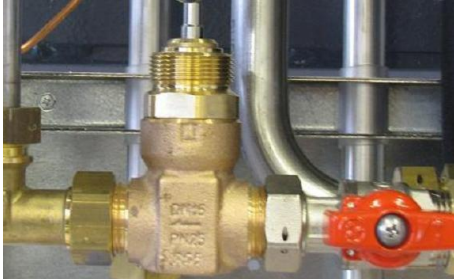

Bild 47
3. Koppla ur kontakten från ställdonet genom att lossa snabbkontakten (Bild 47).
3. Lossa ventilen med en fast nyckel (Bild 47). Notera pilens riktning på ventilen.